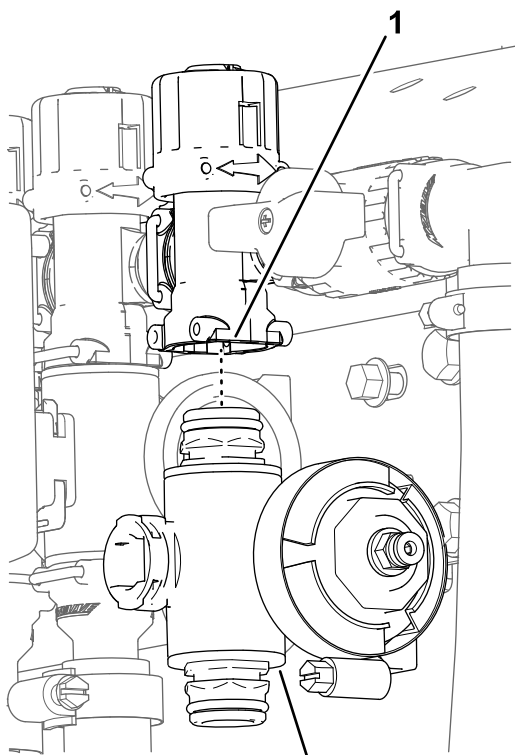

Figure 75
3. Pour les vannes des sections droite et gauche, retirez les boulons à embase et les contre-écrous à embase qui fixent la/les vanne(s) de section sur le support, puis déposez le(s) collecteur(s) de la machine; pour la vanne de section centrale, déposez le collecteur de vanne de la machine (Figure 75).